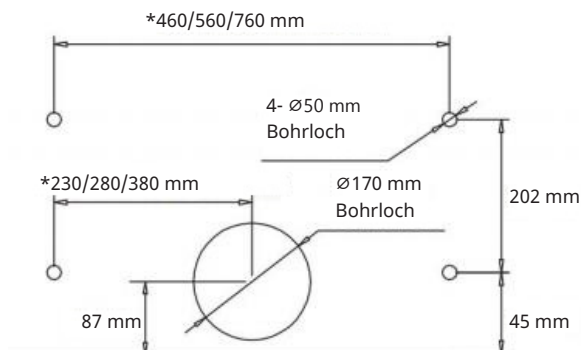
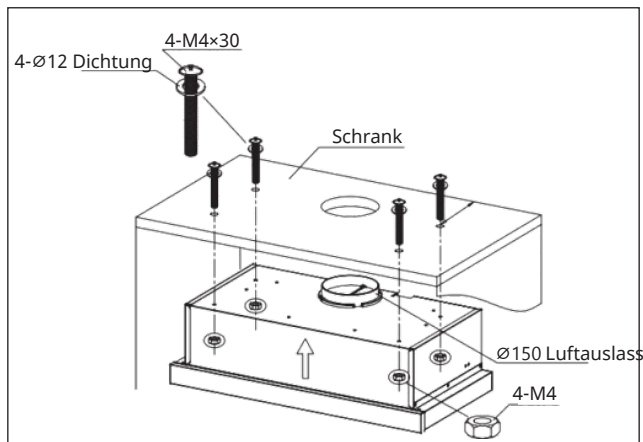

Bild 2
Bild 3
2. Bohren Sie 4 Löcher mit $\varnothing 5$ mm und ein Loch mit $\varnothing 170$ mm in den Boden des Hängeschranks, wie in Bild 2 und Bild 3 gezeigt.